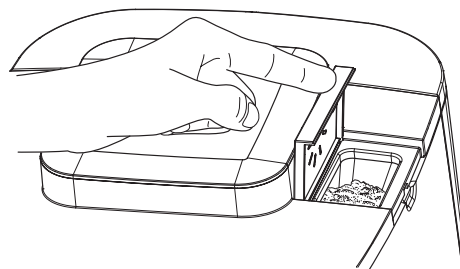

fig. 7: Incorporación de café molido en el depósito de café molido
4. Abra el depósito de café molido y añada la cantidad necesaria de café molido (fig. 7).
5. Gire la trampilla dosificadora (fig. 7)